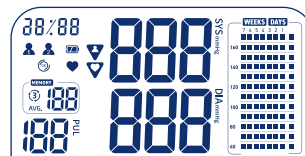

Figure 6
- Maintenez la touche Start/Stop enfoncée pendant au moins 3 secondes pour allumer l'appareil et lancer la triple mesure. L'affichage plein écran apparaît (Figure 6).